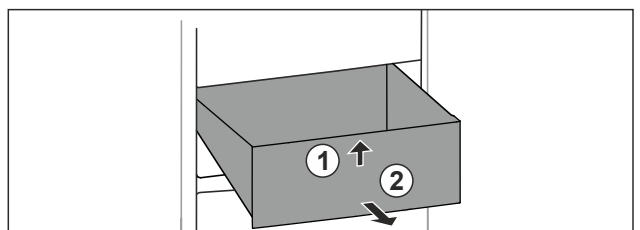

Fig. 25
- ▶ Підняти висувний ящик спереду. Fig. 25 (1)
- ▶ Вийняти висувний ящик рухом вперед. Fig. 25 (2)